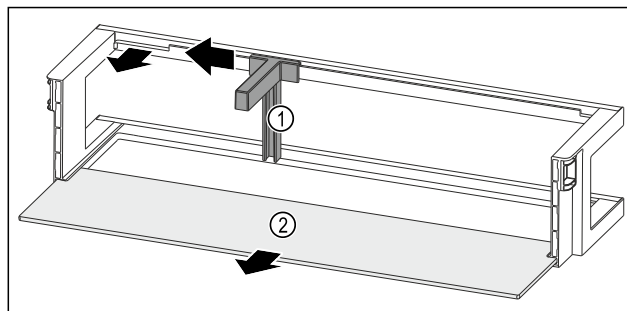

Fig. 49 Półka w drzwiach z uchwytem butelek i półką
- ▶ Przesunąć uchwyt butelek Fig. 49 (1) na bok do zagłębienia.
- ▶ Wyjąć uchwyt butelek Fig. 49 (1).
- ▶ Wyjąć półkę Fig. 49 (2).